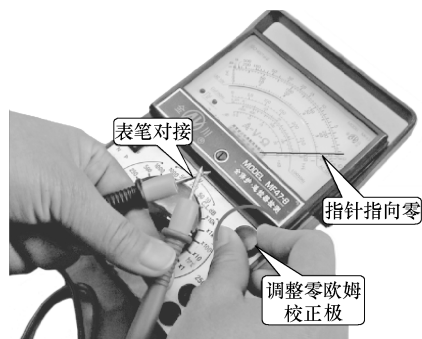

图 1-2 测量电阻零欧姆校正
(3) 直流电阻测量 (Ω)。转换开关打至所需电阻档，将两表笔短接，转动欧姆调零旋钮，进行调零 (见图 1-2)，使指针对准欧姆刻度 0 位置上，即可进行测量，所读数据与档位指示为倍数关系。